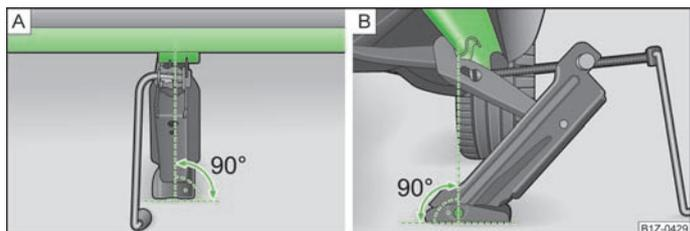

Abb. 132 Wagenheber ansetzen
- Den Wagenheber so ansetzen, dass die Klaue den Steg » Abb. 132 - unter der Einprägung in der Seitenfläche des Unterholms umfasst.
- **Abb. 132** zur Stelle, an der die Klaue den Steg umfasst, befindet.